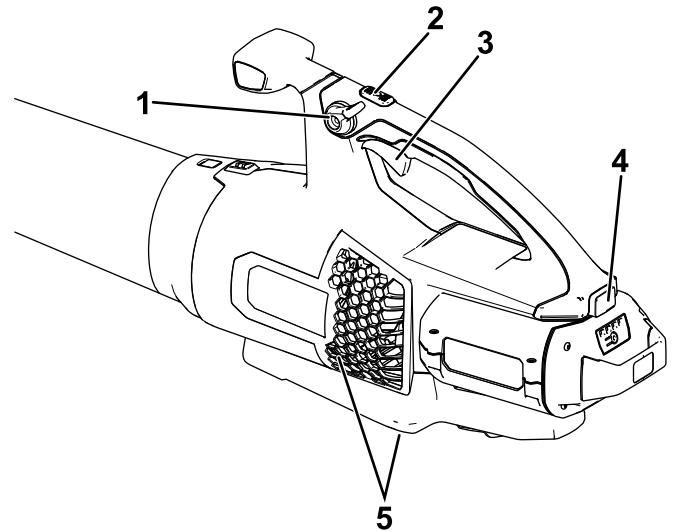

Figura 3
4. Per avviare il soffiatore, premete la levetta della velocità variabile (Figura 3).
Nota: Innestate il blocco della velocità per tenere la macchina accesa senza premere la levetta della velocità variabile (Figura 3).
Per ottenere le massime prestazioni (velocità dell'aria), premete completamente la levetta della velocità variabile, quindi tenete premuto il pulsante turbo boost per la quantità di tempo desiderata (Figura 3).
Per regolare la velocità dell'aria mentre il soffiatore è in funzione, utilizzate la levetta della velocità variabile (Figura 3).
Per mantenere la velocità dell'aria impostata, innestate il blocco della velocità (Figura 3).
Per arrestare il soffiatore, disinnestate il blocco della velocità (se in uso) e lasciate andare la levetta della velocità variabile (Figura 3).